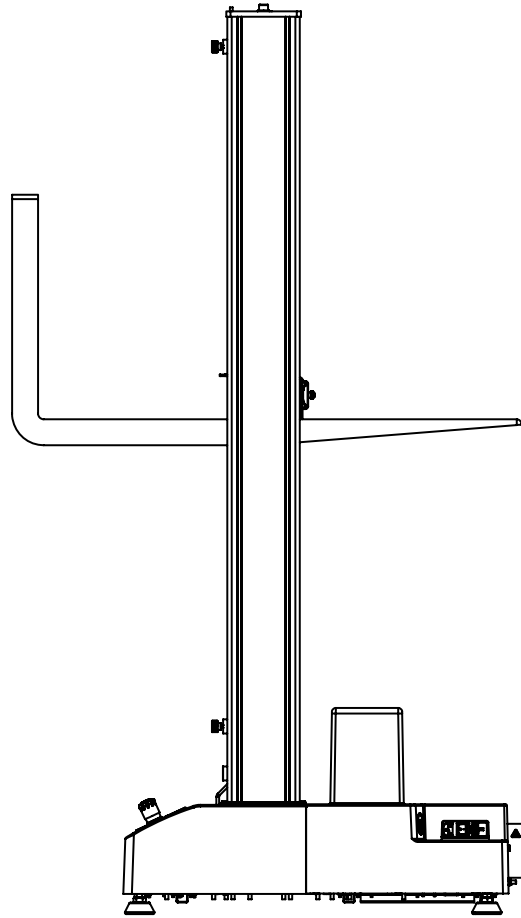

Figura 10. Como levantar a estrutura pela travessa
2. Usando uma empilhadeira com garfos acolchoados ou material de proteção ao redor da travessa, insira cuidadosamente os garfos sob a travessa entre as colunas. Consulte Figura 10 na página 60.